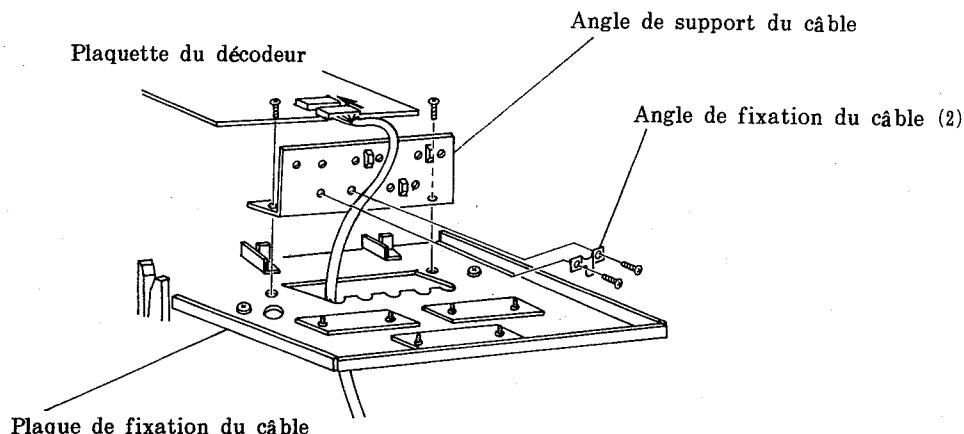

Fig. 50
- (7) Comme il est montré à la Fig. 50 ci-dessus, introduire le câble de l'analyseur à main dans l'orifice de la plaque de fixation du câble à partir de la paroi inférieure, puis raccorder le câble à la plaquette du décodeur.
- (8) Utiliser l'angle de fixation du câble (2) pour attacher le câble de l'analyseur à main sur l'angle de support du câble. (Voir la Fig. 50 ci-dessus.)
- (9) Monter l'angle de support du câble sur la plaque de fixation du câble comme précédemment.
- (10) Inverser la procédure (2) pour remettre en place le couvercle arrière.